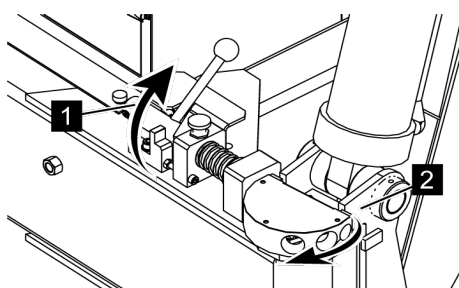

Fig. 84: Desserrer le blocage
2. → Mettre la goupille de verrouillage (Voir la Fig. 84/1) dans la position indiquée (Voir la Fig. 84), de manière à ce que l'appui (Voir la Fig. 84/2) puisse pivoter librement.